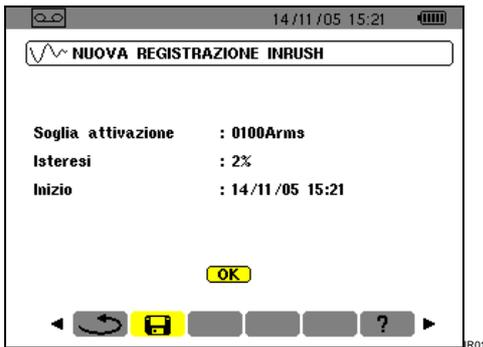

Figura 58: parametrizzazione della registrazione *Inrush*.
1. Partendo dallo schermo *Nuova registrazione Inrush* (Figura 58), premere ← per ritornare allo schermo *Modo Inrush*.